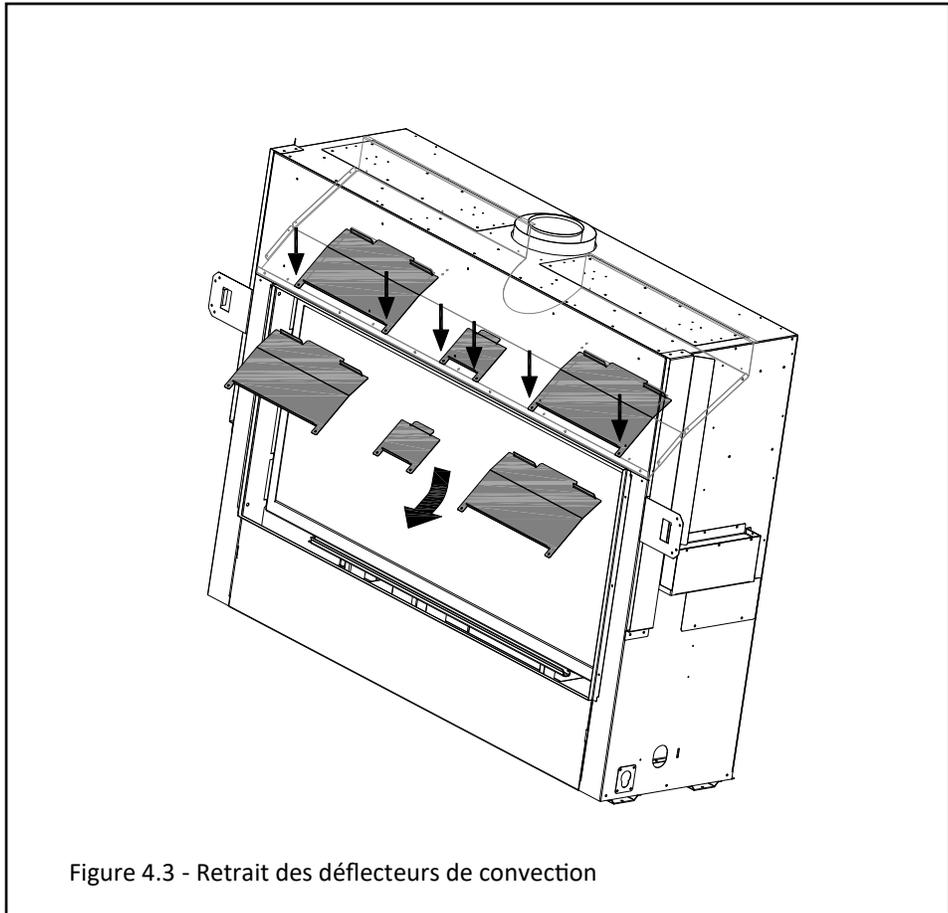

Figure 4.3 - Retrait des déflecteurs de convection
3. Repérez les (3) déflecteurs de convection montrés à la Figure 4.3. Il y a (2) vis de fixation à chaque déflecteur de convection. Retirez du foyer les vis et les déflecteurs de convection. Jetez les vis et les déflecteurs de convection.